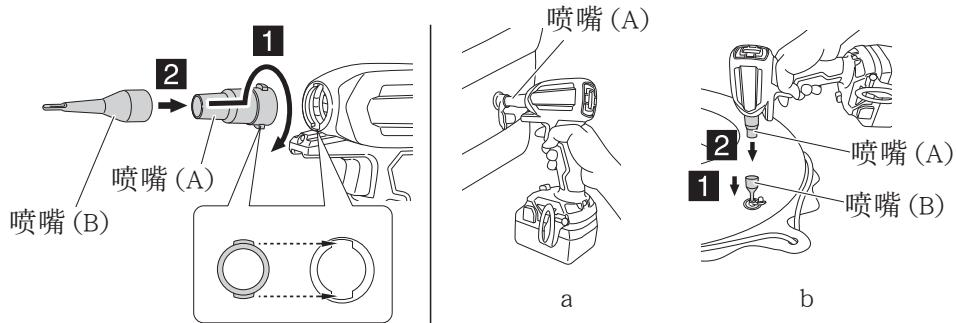

图 13
对于气垫等大型物品，请将喷嘴 (A) 插入气塞。(图 13-a)
对于游泳圈和沙滩球等小型物品，先将喷嘴 (B) 的尖端插入气塞，然后插入喷嘴 (A)。(图 13-b)